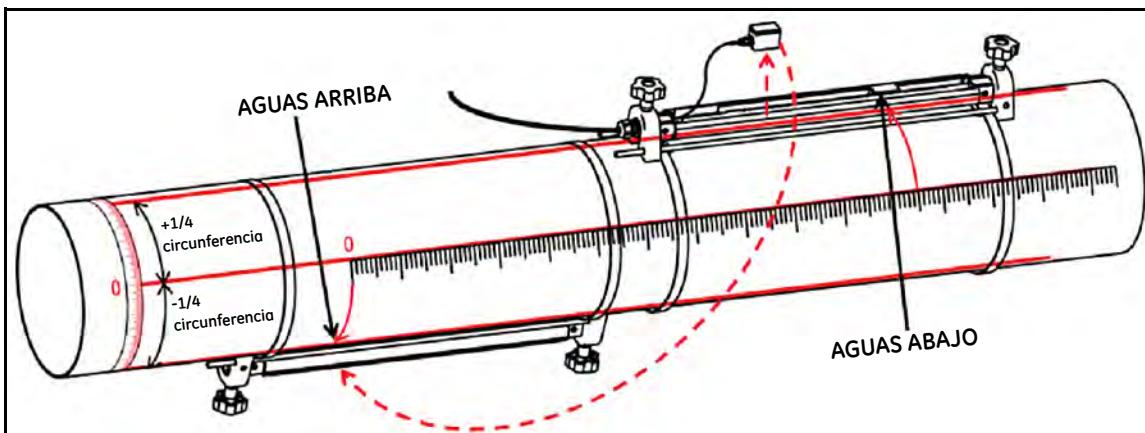

Figura 20: Instalación de un cruce con un rango de espaciado de transductores de 250 a 750 mm
1. Marque una línea recta paralela con la dirección de la tubería en la superficie de la tubería. Mida con una cinta la circunferencia de la tubería y marque otras dos líneas en la posición de +1/4 y -1/4 de la circunferencia. Estas dos líneas permiten alinear las dos fijaciones. A continuación, marque las posiciones de los dos transductores en las dos líneas rectas por separado utilizando la cinta. Consulte el método de marcado en la Figura 20.
4. Coloque la segunda fijación vacía sobre la tubería en el otro extremo, repita el paso 3 para desplazar las correas y apriete la segunda fijación. Consulte la posición de la fijación en la Figura 20.